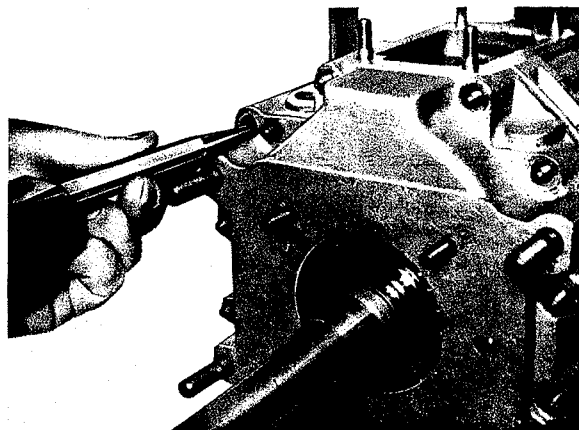

Fig. 10
7.1 Chasser les 2 goupilles cylindriques (116) (fig. 10).